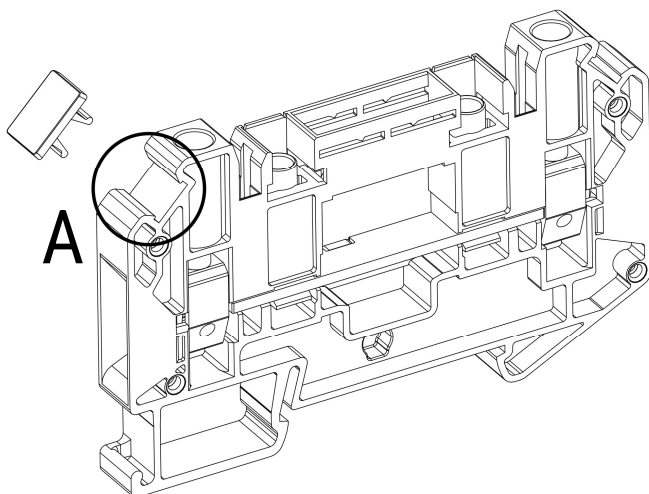
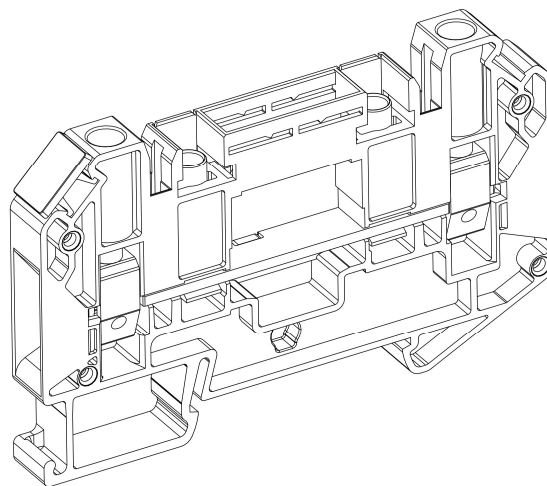

Рисунок 67 - установка маркировки УМК
Рисунок 68 - установленная маркировка УМК
- Для установки маркировки УМК вдавите её в отмеченный паз клеммы (рис. 67, «А»; рис. 68).